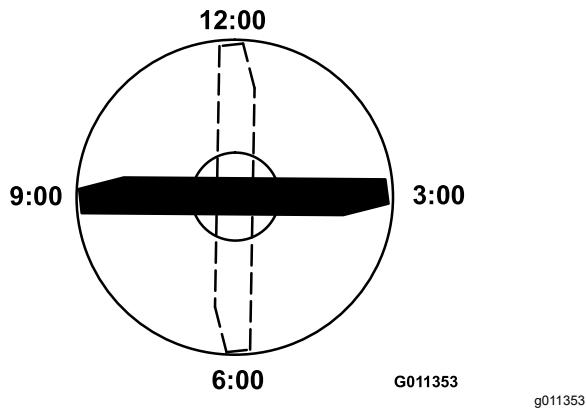

Figure 69
- Positionnez le tranchant de l'extrémité repérée à la position 12 heures (droit devant dans la direction de la tonte) et mesurez la hauteur de la surface plane au tranchant de la lame (Figure 69).
4. Tournez l'extrémité repérée de la lame aux positions 3 et 9 heures et mesurez les hauteurs respectives (Figure 69).